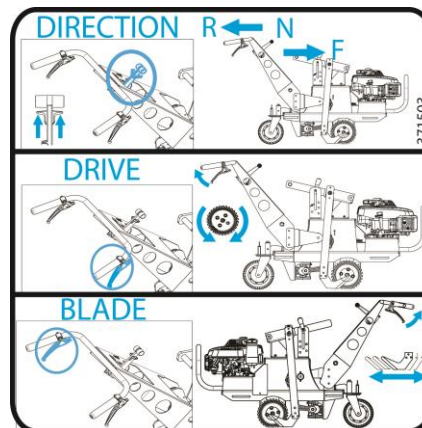

Fig. 1
**KØRSELSVEJLEDNING:** Placeret på højre side af styret. Når kørselshåndtaget aktiveres, skal du trække i det, til det kommer i kontakt med styret. Aktivér ikke håndtaget halvvejs, da dette vil forårsage tidlig transmissionsfejl. (Se Fig. 1)